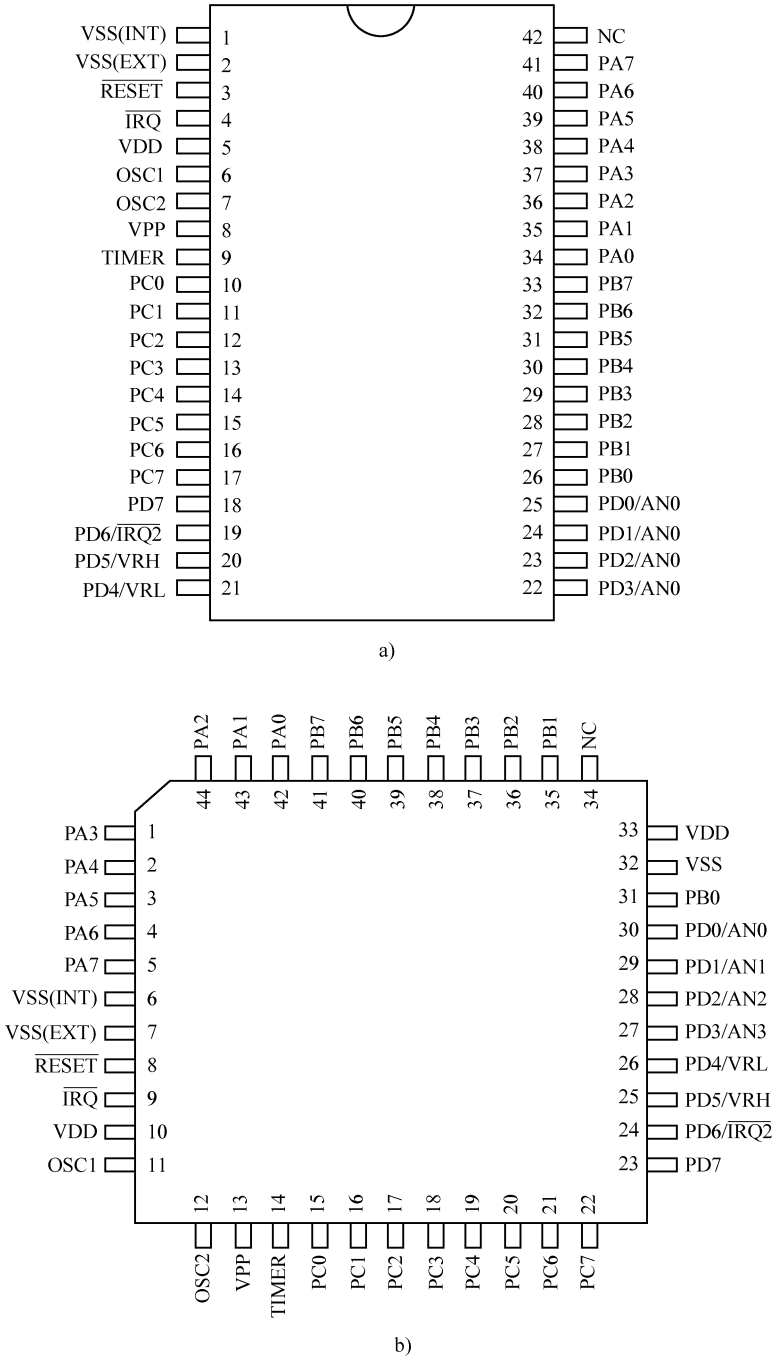

图 5-10 MC68HC05SR3 封装图
- (10) MC68HC05SR3 封装图 (见图 5-10)